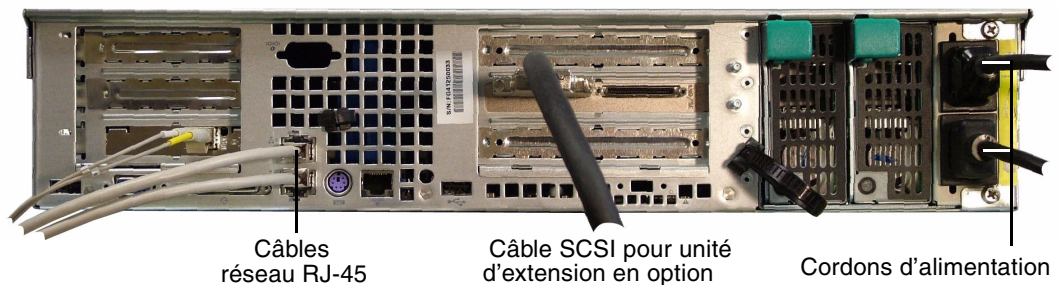

FIGURE 2-15 Branchement des câbles d’alimentation CA du serveur Sun StorEdge 5210 NAS
2. Connectez l’une des extrémités du câble d’alimentation CA au serveur Sun StorEdge 5210 NAS (reportez-vous à la FIGURE 2-15).